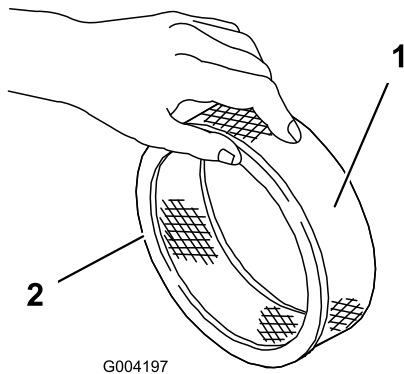

Figura 46
5. Inspeccione el elemento de papel por si estuviera roto, tuviera una película aceitosa o la junta de goma estuviera dañada (Figura 46).
1. Deslice cuidadosamente el prefiltro de gomaespuma sobre el elemento de papel (Figura 46).